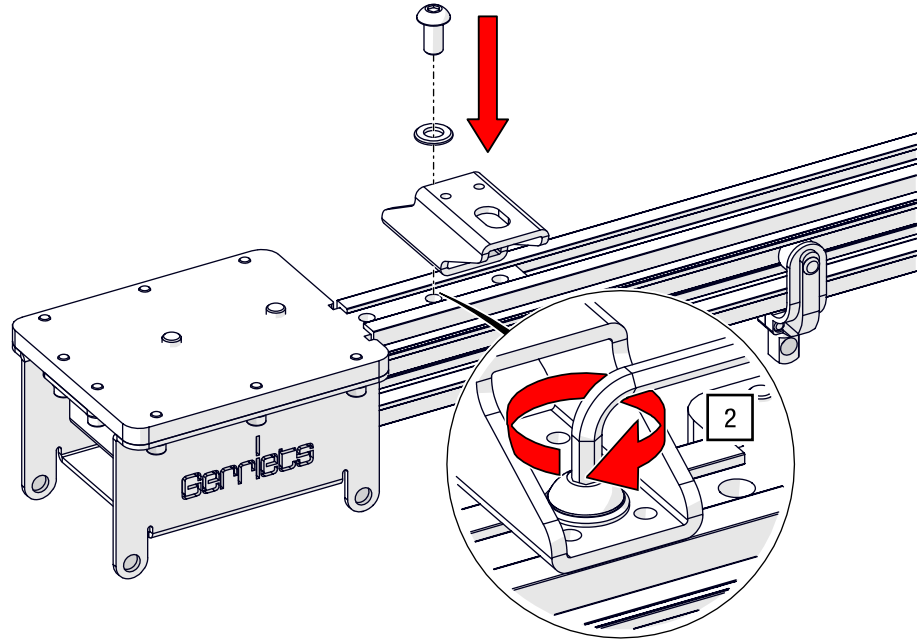

Abb. 68: BELT-TRACK Umlenkeinheit – An Schiene festschrauben
2. Verschrauben Sie die Abhängung mit dem Steg und Schienenprofil mit einem ISK SW 6 (siehe Abb. 68).